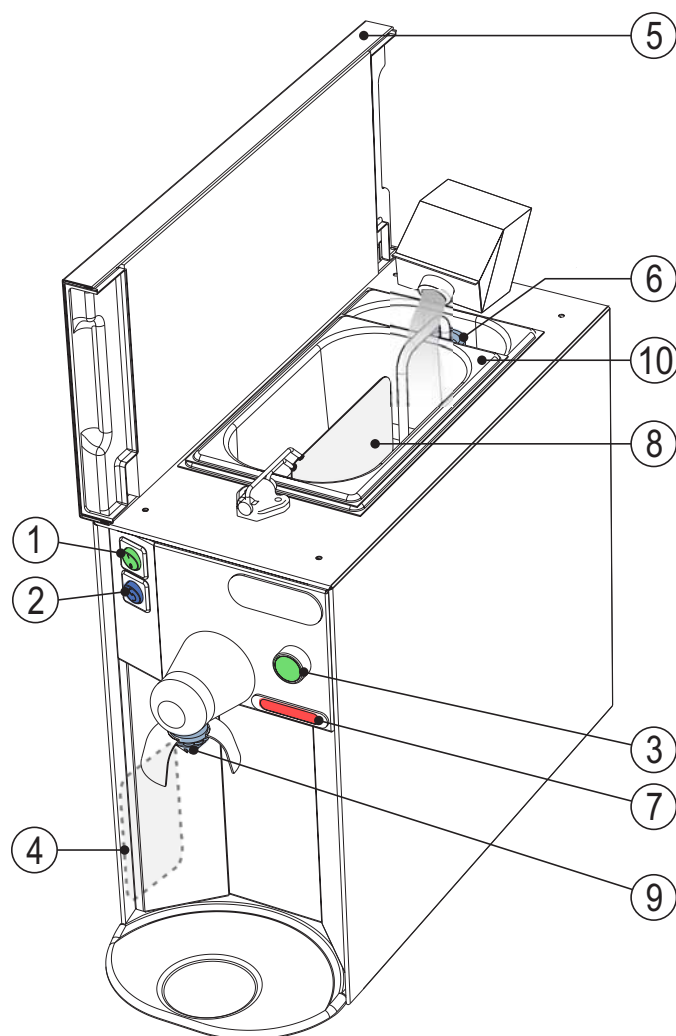
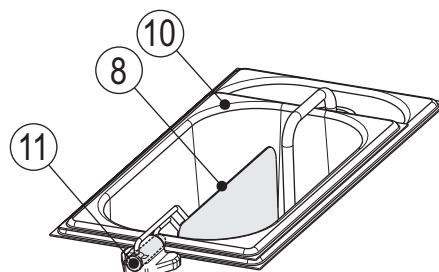
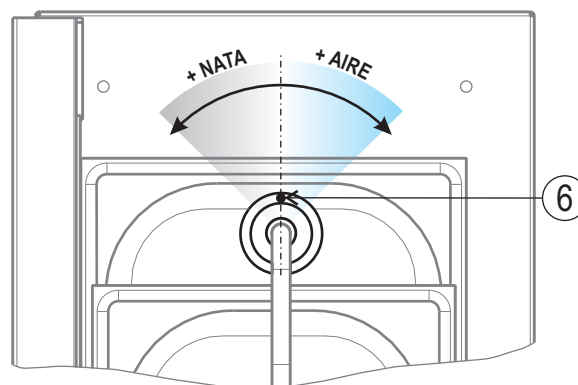
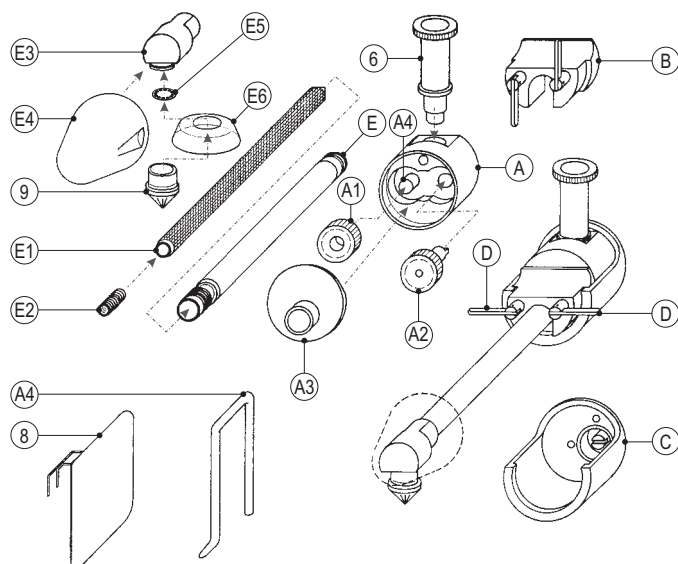

Fig.1
Fig. 2
Fig. 3
Fig.4
- Activar el interruptor "1" (fig. 1); el encendido de la lámpara piloto verde indica la presencia di tensión.
- Antes de distribuir el producto asegurarse que el termómetro "7" (fig. 1) haya alcanzado la temperatura de al menos 6°C.
Colocar la paleta "8" (fig. 2) en el junto "11" (fig. 2), prender el interruptor "2" (fig. 1) que hace oscilar esa paleta, así se impide la separación de la grasa con el líquido y la estratificación de la temperatura de la nata líquida.
Posicionar inicialmente el regulador "6" (fig. 3) como en la figura. La nata montada sale de la tobera "9" (fig. 1) cuando se aprieta el interruptor de distribución "3" (fig. 1).
Controlar que los tornillos de bloqueo "D" (fig. 4) estén bien ajustados. Si alrededor de 20 segundos desde el accionamiento del interruptor "3" (fig. 1) la distribución no se efectúa, echar en el embudo especial "6" (fig. 1) una cucharita de nata líquida. La máquina produce una mezcla aire-nata con un coeficiente registrable dando vuelta al regulador "6" (fig. 3) como indican las flechas: la rotación en sentido horario reduce el líquido en la mezcla distribuida y la enriquece de aire.
Desactivar el interruptor "1" (fig. 1), el apagamiento de la lámpara verde indica la interrupción de la alimentación.
Apretar el interruptor general "1" (fig. 1) led verde prendido, colocar un recipiente sobre el platillo, sacar el tubo "A4" (fig. 4), apretar el interruptor de distribución "3" (fig. 1) echando liquido detergente tibio en el embudo del regulador "6" (fig. 1).
Ver fig. 4. el mezclador "E1", con la extremidad cónica puesta hacia la bomba, debe ser introducido en el conducto "E" y el resorte "E2" en la apertura del foro del mismo mezclador. Enroscar la válvula de distribución "E3" sobre en conducto "E" orientando la salida hacia abajo, introducir horizontalmente la cofia "E4" y, de abajo para arriba, el platillo "E5", la cofia "E6" y la tobera decoradora "9" dando vueltas sobre si. El conducto "E" se libera aflojando de un cuarto de vuelta los dos tornillos "D" y sacando hacia arriba el estribo "B". La bomba "A" es ahora libre de ser quitada horizontalmente y luego hacia arriba; para sacar el casco "A3" poner en su asiento el conducto "E" el cual facilita la remoción. **El montaje se hace con al contrario del desmontaje.** Después de haber armado el cuerpo "A" hacer dar vuelta a mano el piñón "A2" para conectarlo en el remolque "C"; introducir la corona con dientes "A1" y el casco "A3" entornándolo antes con el nicho al perno "A4" de referencia. Bloquear los tornillos con grillete "D" solo con la presión de los dedos.